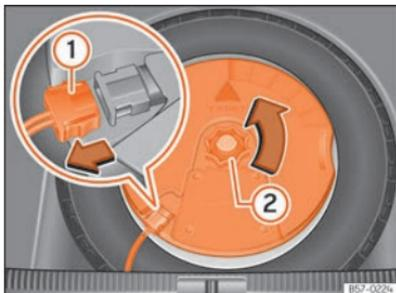

Fig. 192 En el maletero: desmontar el subwoofer.
- Desconecte el cable del altavoz subwoofer >>> fig. 192 ①.
- Gire la ruedecilla de fijación en sentido contrario a las agujas del reloj >>> fig. 192 ②.